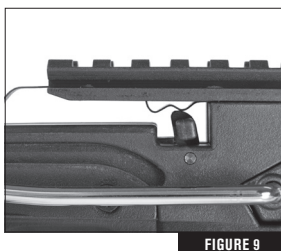

FIGURE 9
7. Glissez le cran de sûreté de la position « SAFE » à la position « FIRE ». (Fig.9).